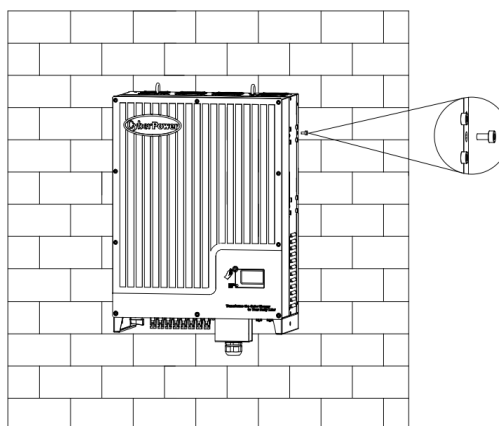

Fig. 5.6
- Installez une vis M6*10 de chaque côté de l'onduleur photovoltaïque pour le fixer solidement au mur (voir la Figure 5.6.).